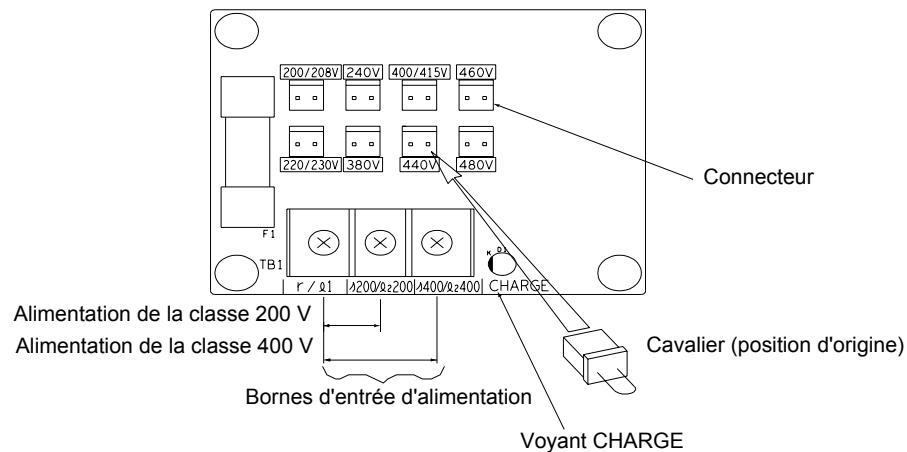

Fig. 4.2 Connexions du variateur à grande capacité
4. Insérez le cavalier à la position correspondant à la tension fournie au variateur (cfr. Fig. 4.2).